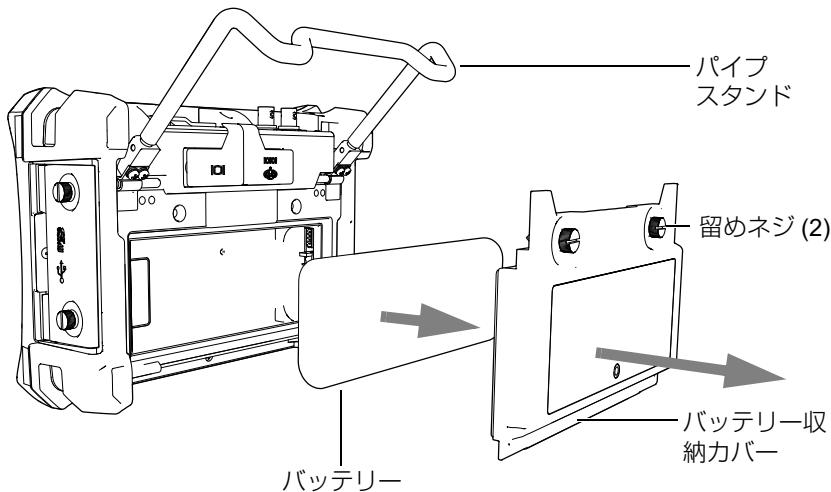

図 12-1 リチウムイオンバッテリーの取外し
2. 探傷器の背面にあるパイプスタンドを完全に開きます（314 ページの図 12-1 参照）。